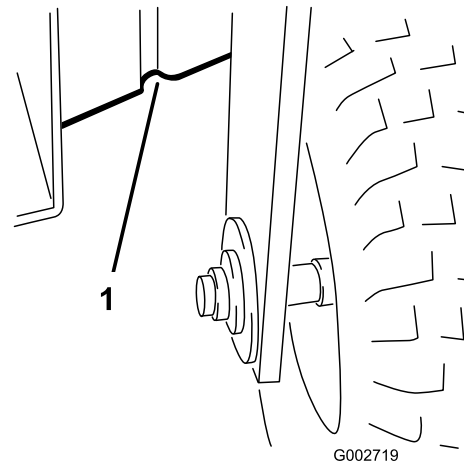

Figure 18
- À l'avant sous le cadre, derrière la roue avant (Figure 18).